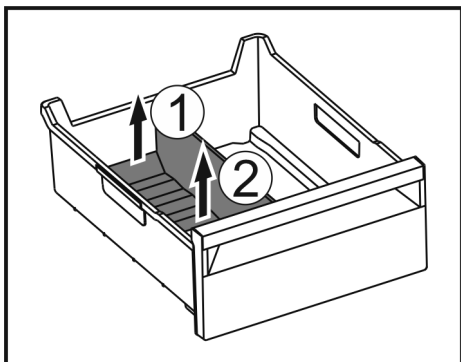

Fig. 184
- Zvedněte zadní část přepážky přihrádky na led. Fig. 184 (1)
- Přepážku přihrádky na led vyjměte nahoru. Fig. 184 (2)